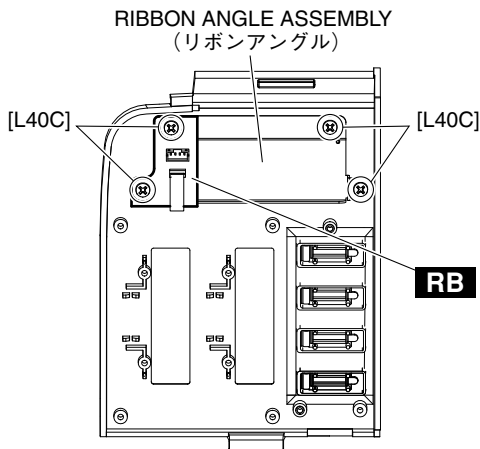
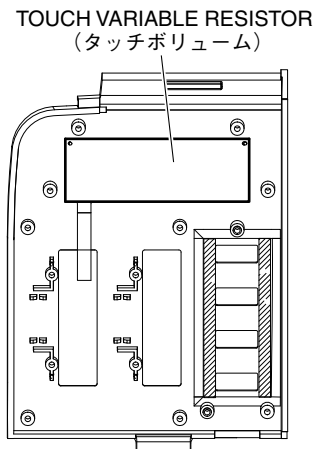

Fig. 14 (図 14)
Fig. 15 (図 15)
- 17-7. Remove the four (4) screws marked [L40C]. The RB circuit board, ribbon angle assembly and touch variable resistor can then be removed. (Fig. 14, Fig. 15)
- 17-7. [L40C] のネジ 4 本を外して、RB シート、リボンアングル、タッチボリュームを外します。(図 14、図 15)